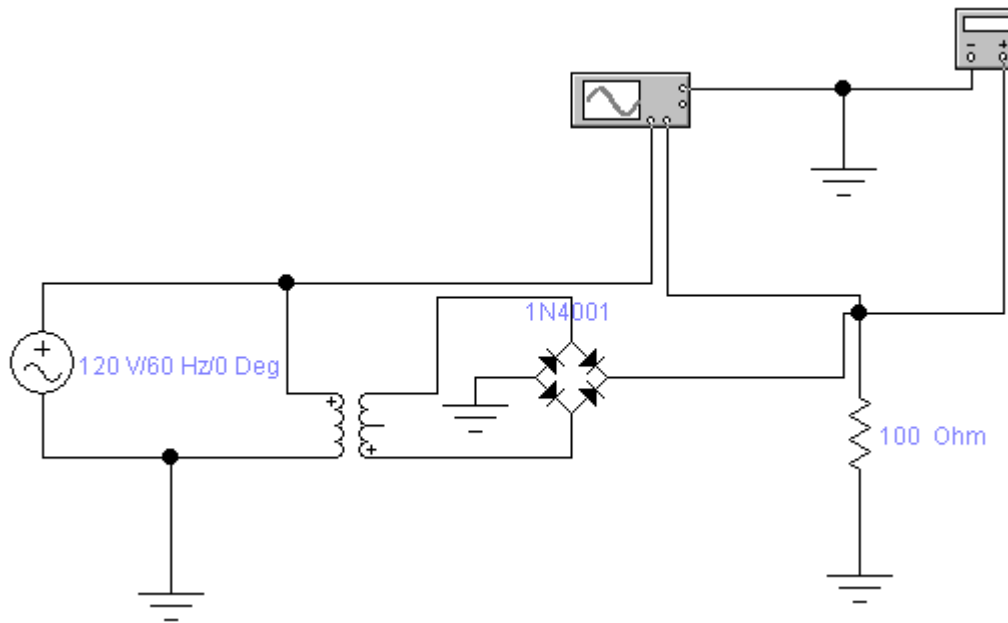

Рисунок 4.53 – Схема мостового випрямляча
9. Зібрати схему мостового випрямляча та проаналізувати її роботу (рис. 4.53) [10].